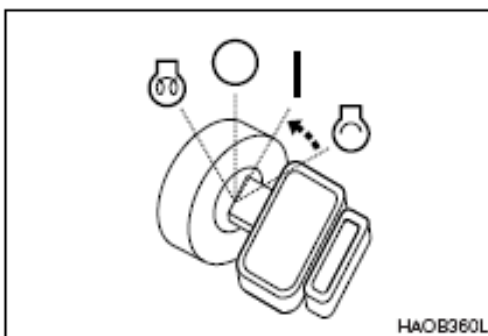

Figura 11
6. Cuando el motor haya arrancado, suelte la llave. La llave retornará automáticamente a la posición "I" - "ON" (Figura 11).